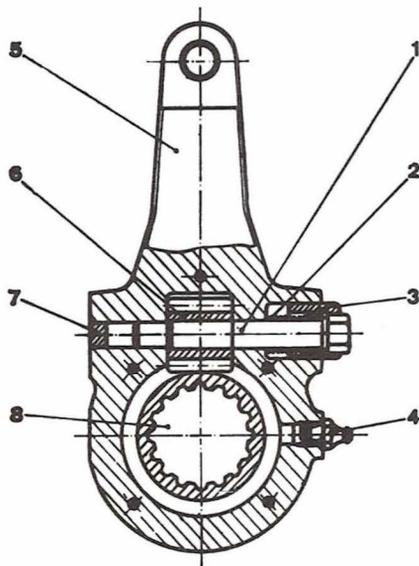

Fig. 11.5. - Palanca para el ajuste de las mordazas.
11.7 AJUSTE DE LAS MORDAZAS (Fig. 11.5)